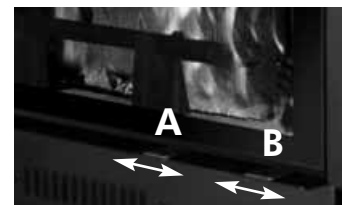

fig. 2
- La commande "A" (voir fig. 2) de réglage de l'air primaire situé sous la porte règle la quantité d'air primaire nécessaire pour la combustion.
- Pour ouvrir les volets de la porte il faut bloquer celle-ci en position fermée, en positionnant la commande "B" (voir fig. 2), sous la porte, complètement à droite.